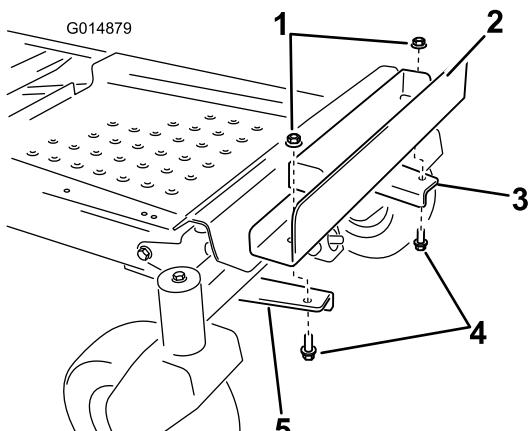

Figure 8
6. Montez le support de maintien de masse sur les supports de fixation (Figure 8). Alinez les trous intérieurs du support de maintien sur les supports de fixation montés précédemment. Veillez à bien centrer le support sur le cadre. Fixez avec deux boulons (3/8 x 1") et deux contre-écrous (3/8").